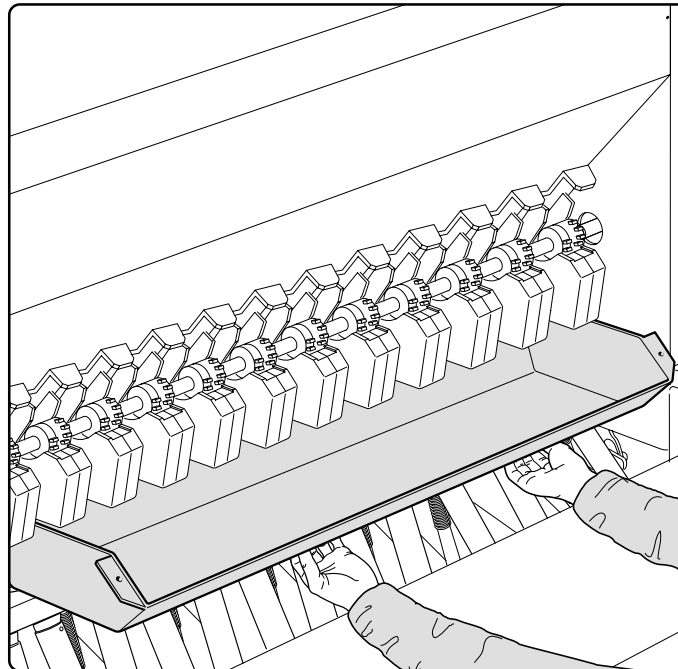

Fig. 37
- Sganciare le vasche raccogli semi (Fig. 37) e posizionarle sotto le bocchette uscita semi.
- Release the seed collection tanks (Fig. 37) and position them beneath the seed discharge mouths.
- die Samenbehälter (Abb. 37) aushängen und sie unter die Samenausgangsstutzen stellen.
- décrocher les cuves à semences (Fig. 37), qui seront positionnées sous les goulots de sortie des graines.
- desenganchar las cubas de recolección de las semillas (Fig. 37) y situarlas debajo de las bocas de salida de las semillas;